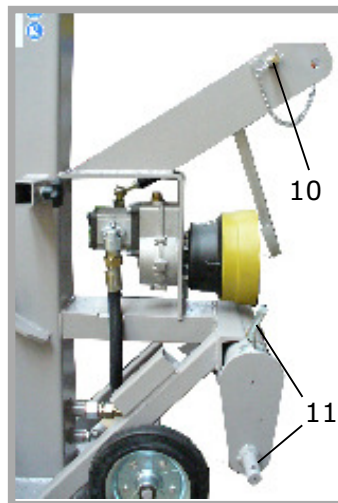
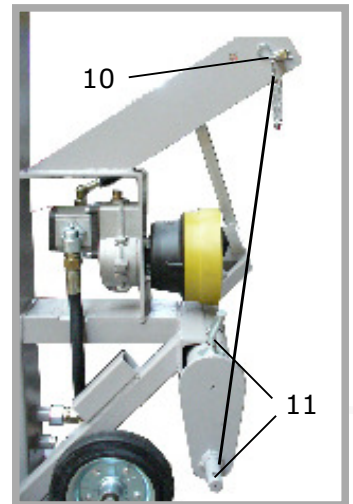

Abb. 10
Abb. 12
Beim Transport des Holzspalters durch Anhängen an einen Traktor über die Dreipunktaufnahme, muss auf die richtige Stellung der Oberlenkerbolzen (10) und Unterlenkerbolzen (11) zueinander geachtet werden. Zwingend notwendig ist es, dass die Bolzen fluchtend zueinander in die dafür vorgesehenen Bohrungen eingebracht bzw. montiert werden (siehe Abb. 10 u 11). Bei unsachgemäßer Bolzenposition (siehe Abb. 12 u 13), kann es zur Deformierung der Maschine kommen. In diesem Fall ist jegliche Haftung des Herstellers ausgeschlossen.